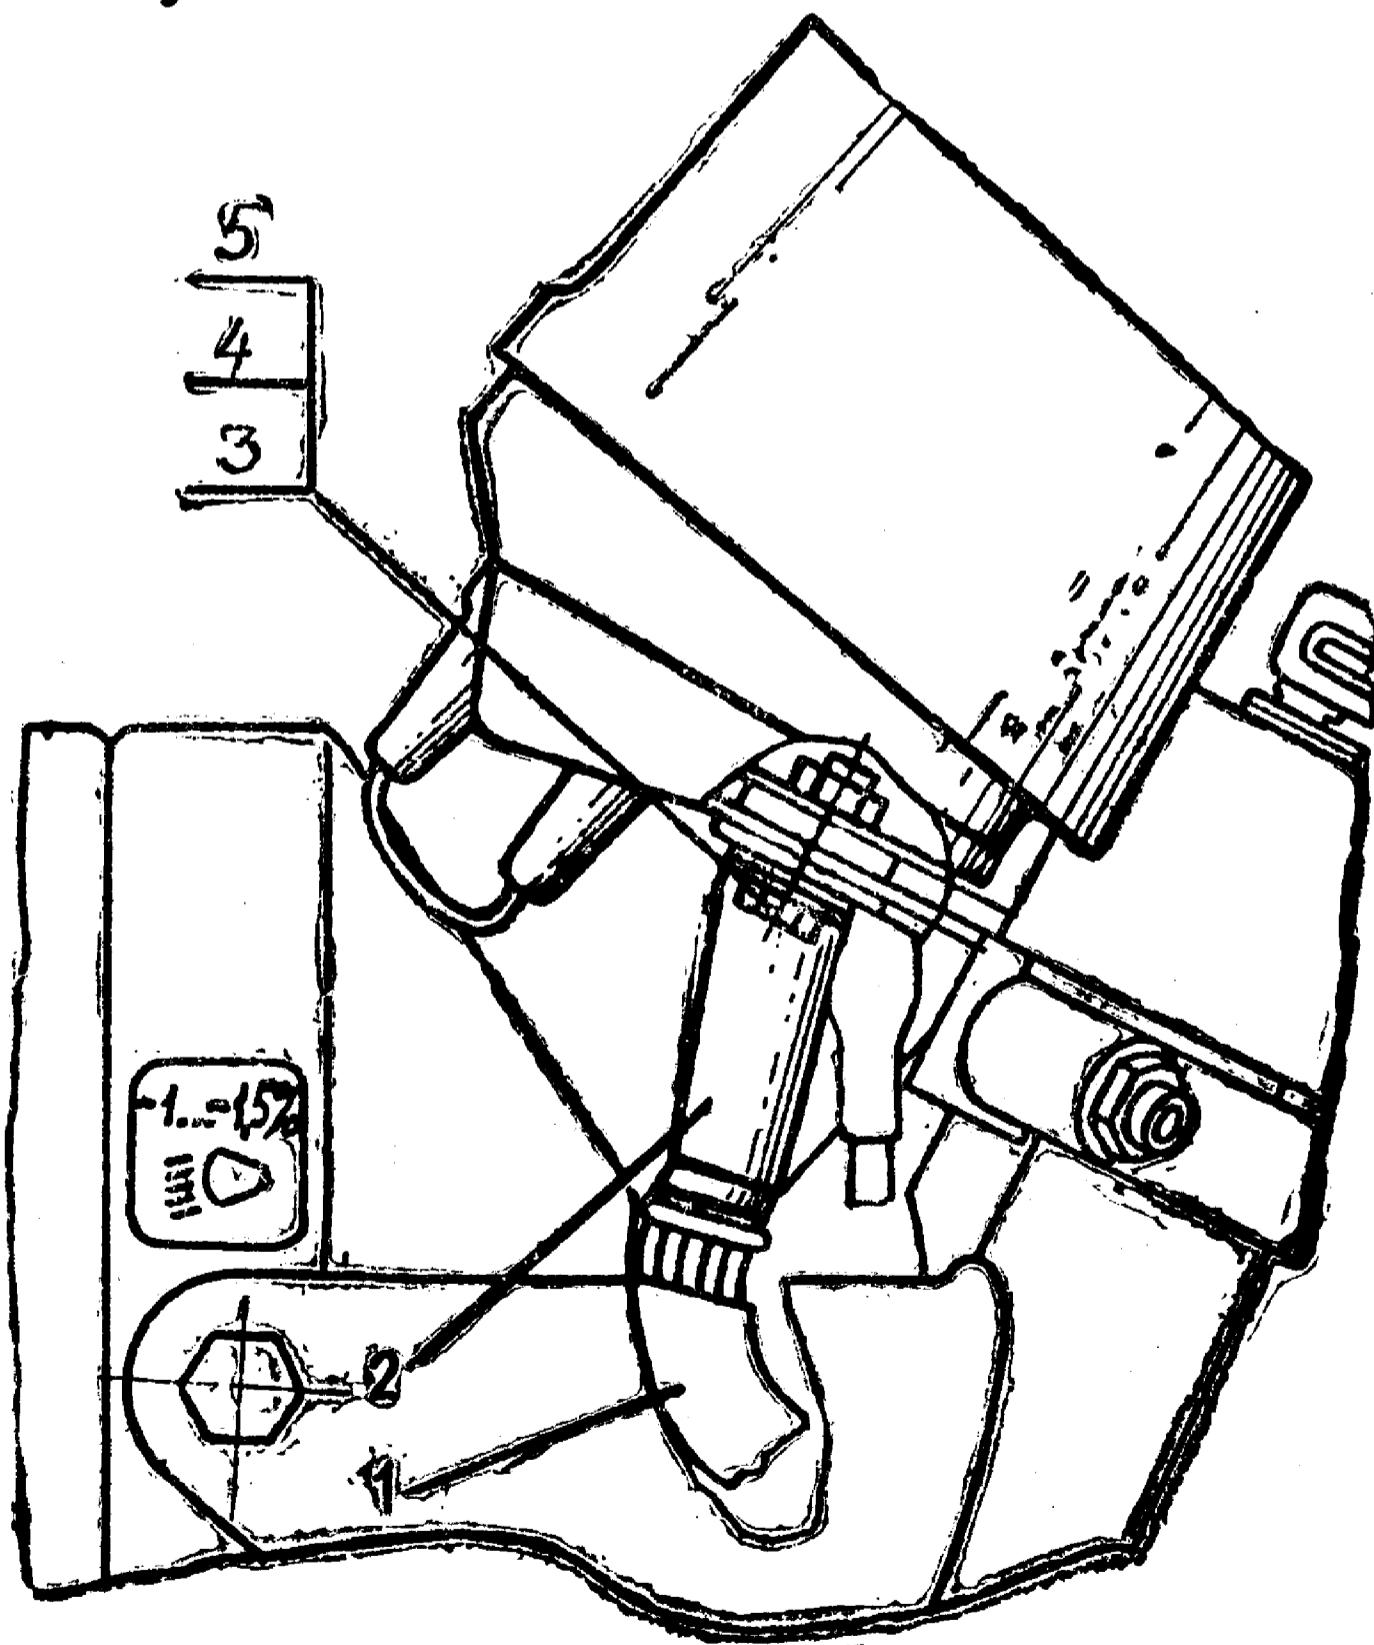

Рис. 2. Держатель жгута:
- установить под левый болт крепления щитка приборов держатель жгута (рис. 2) и закрепить щиток болтами через шайбы (до упора в распорные втулки) и затянуть гайки верхнего мостика;